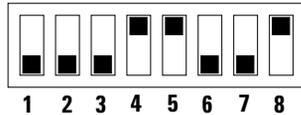

Figura 3 Modulo degli interruttori di configurazione
- 1 Identificare il modulo degli interruttori relativo alla configurazione dello spettrofotometro, vedere la Figura 3. Per il funzionamento GPIB l'indirizzo di default è 25, ciò significa che tutti gli interruttori sono posizionati verso il basso tranne i numeri 4, 5 e 8 che sono posizionati verso l'alto. La struttura è quindi 00011001 (dove 0 significa verso il basso ed 1 verso l'alto). Due strumenti o accessori non possono mai condividere lo stesso indirizzo GPIB. Per le impostazioni alternative degli interruttori, consultare il Capitolo 6, “Comunicazione, collegamenti e configurazione GPIB”.